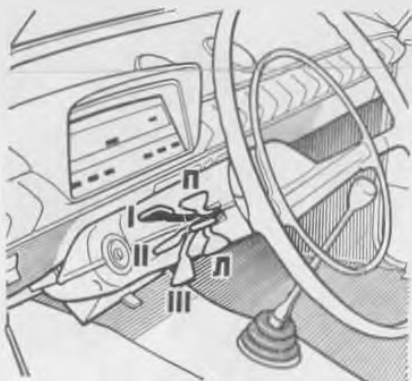

Рис. 1-9. Схема положений переключателей света фар и указателя поворотов
5. Рычажный переключатель наружного освещения 4. Для его работы надо предварительно включить клавишный выключатель 1. Рычаг переключателя имеет три положения (рис. 1-9).
6. Переключатель указателя поворотов 5, имеющий три положения (см. рис. 1-9): П (вверх) — действуют правые указатели; Л (вниз) — действуют левые; нейтральное положение (между Л и П, когда указатели выключены).